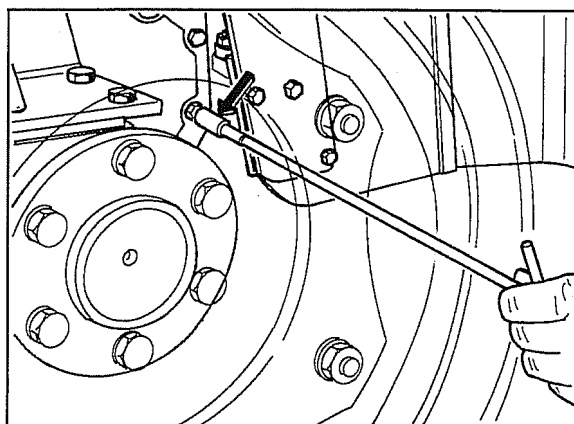

Fig. 2
- 2 Para expurgar o ar do circuito, desapertar o parafuso de expurgo situado no cubo da roda como indicado na fig. 2, deixar sair o óleo por gravidade até quando deixarem de sair mais bolhas de ar e depois apertar o parafuso. Repetir a operação também na outra roda, verificando que no depósito exista óleo suficiente, se necessário acrescentar óleo do mesmo tipo.